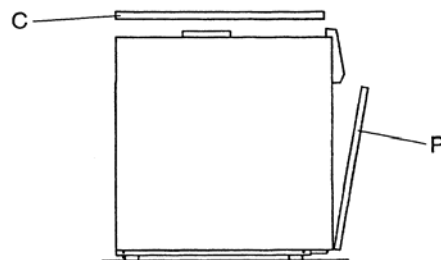

Рис. 2.8
- снимите переднюю (P) и верхнюю (C) облицовочные панели котла (рис. 2.8);